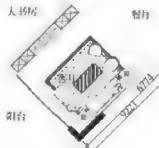

图 7-81
**步骤 2：**使用插入块工具 $\text{I}$ ，将“组合沙发图块”插入客厅中，位置和效果如图 7-81 所示。